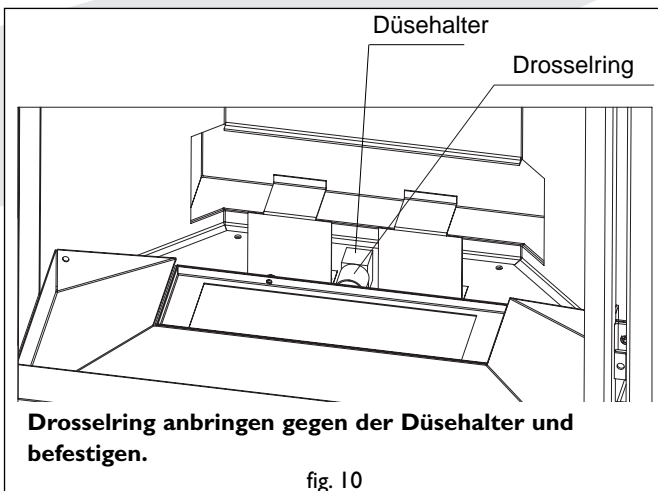

fig. 10
2. Drosselring (G25/G20), fig. 10
Drosselring anbringen, fig. 10